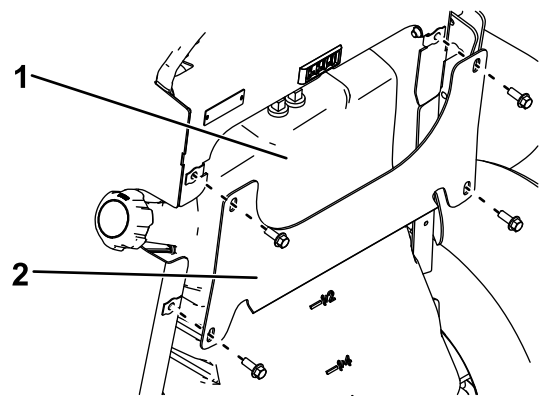

Figure 33
3. Déposez le support transversal (Figure 33).